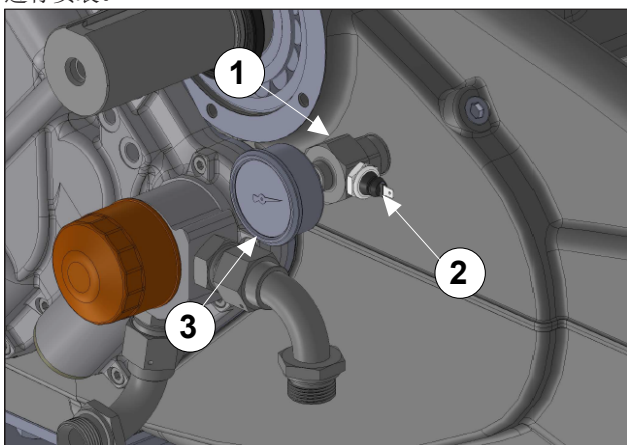

图 133
利用LOX-EAL接头密封胶53-14或类似产品涂抹接头（位置①），压力开关（位置②）和压力计（位置③）图 133，并进行安装。